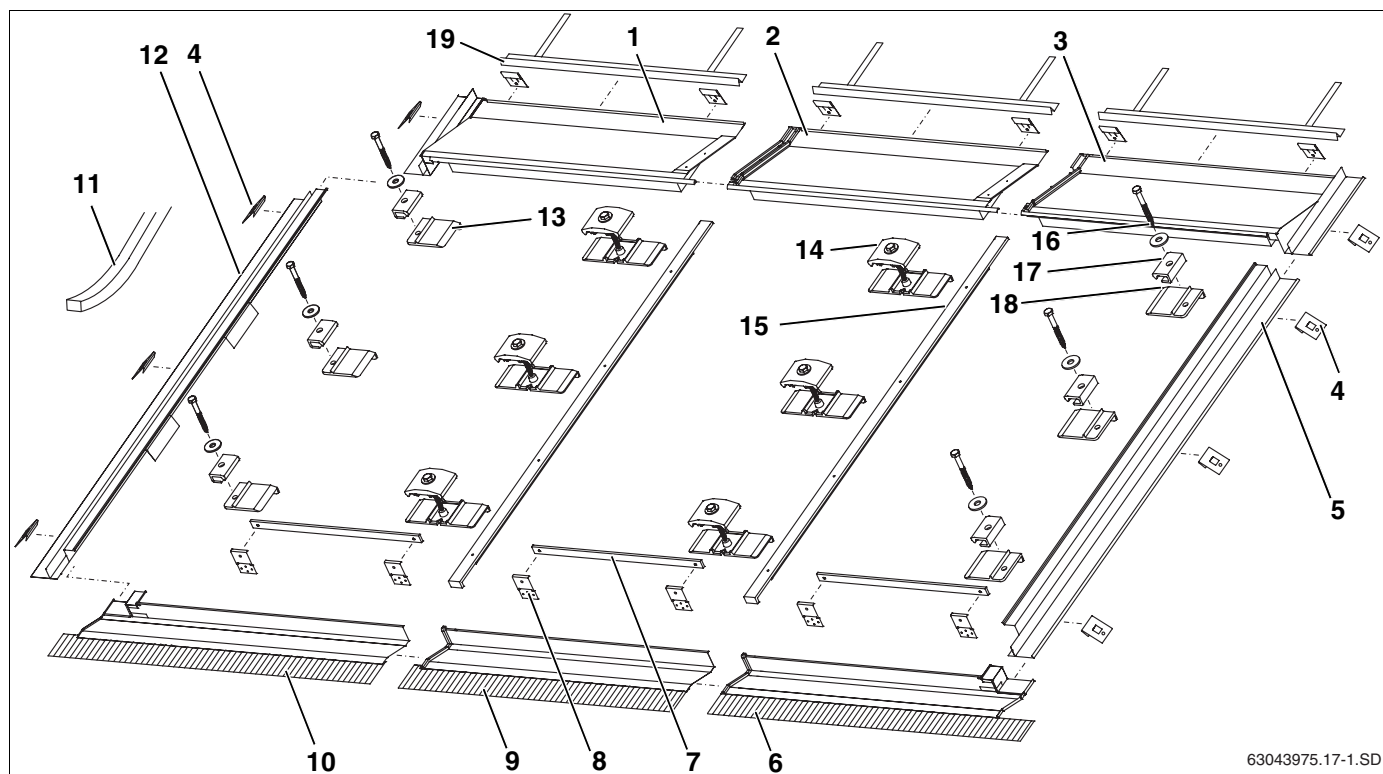

Fig. 2 1 Kit de base pour les capteurs extérieurs et 1 kit d'extension pour le capteur du milieu (vertical, une rangée)
Les tôles de recouvrement inférieures (fig. 2, **pos. 6, 9** et **10**) sont adaptées aux couvertures en ardoises ou bardeaux sans feuille protectrice en plomb.
Kit de montage de base pour les deux capteurs extérieurs d'une rangée de capteurs (fig. 2):
Kit d'extension, par capteur supplémentaire (fig. 2):